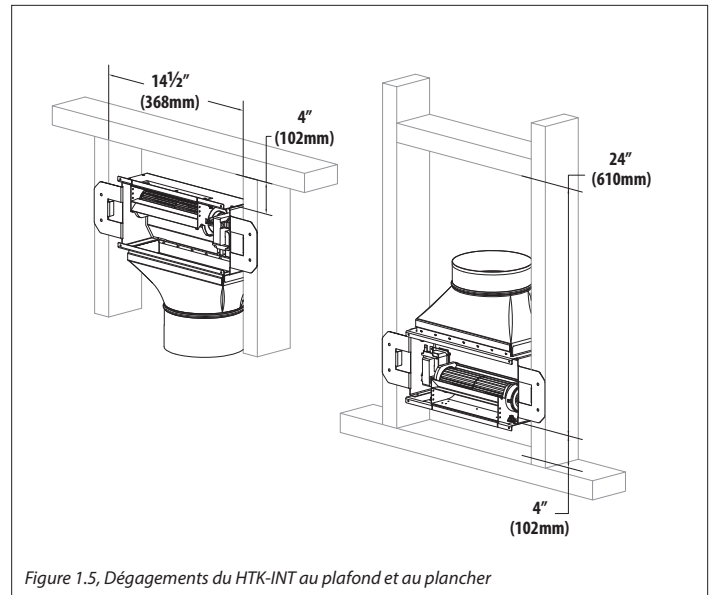

Figure 1.5, Dégagements du HTK-INT au plafond et au plancher
- La Figure 1.5 montre le dégagement de 4 po (102 mm) entre la boîte de sortie d'air et l'encadrement près du plancher ou du plafond.